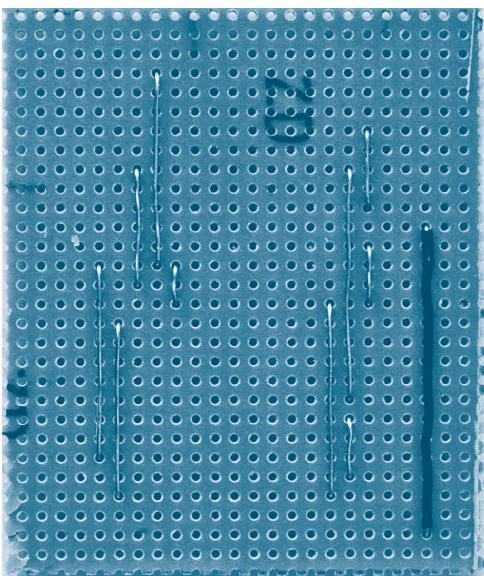

Figura 9-7 A placa perfurada com as conexões de fio.
O próximo passo é soldar as conexões de fio na placa (Figura 9-7). De novo, há diversas conexões para fazer (11). Portanto, tome cuidado e assegure-se de que todas sejam feitas e estejam nos lugares corretos.